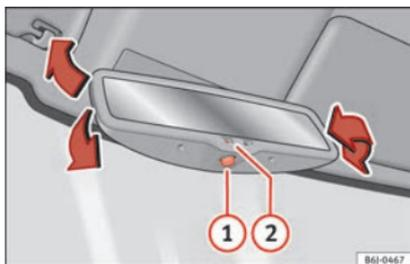

Fig. 17
Activar el antideslumbrante automático: pulse el botón ① » fig. 17. Se ilumina el testigo ② y, al incidir la luz, el retrovisor se oscurece.
Desactivar el antideslumbrante automático: pulse el botón ① » fig. 17. El testigo ② se apaga.